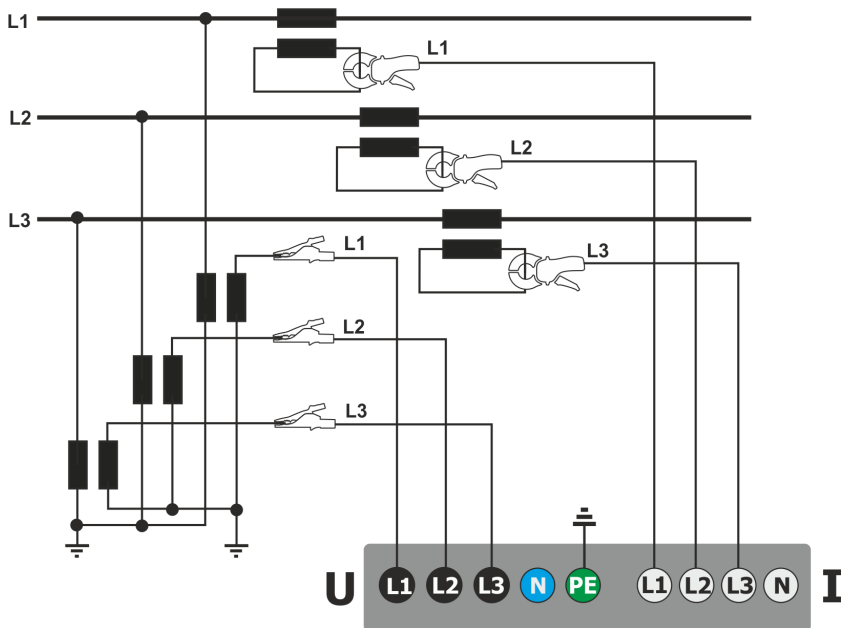

Fig. 57. Esquema de conexión - una medición indirecta SN en el sistema de 3 fases y 3 hilos.
- en el sistema trifásico de tres hilos (Fig. 57),